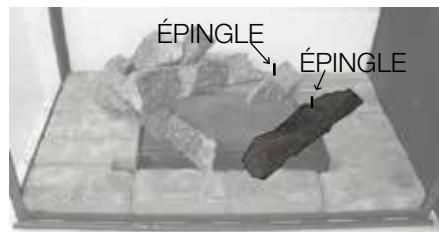

Fig. 7
8. Placez bûche #7 sur les épingle en bûche #5 et bûche #6 (**Fig.7**).